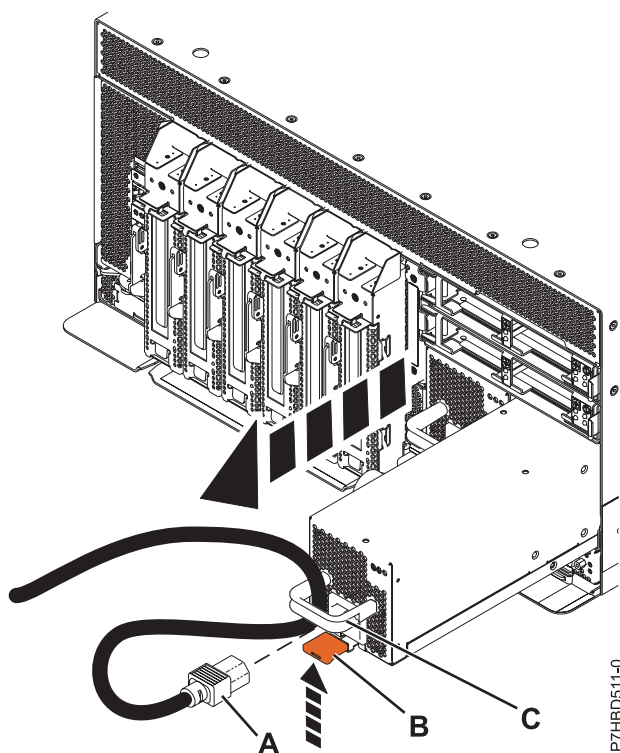

Figura 3. Extracción de la fuente de alimentación
5. Desconecte el cable de alimentación (A).
6. Levante la pestaña (B) hacia el retén de cable de alimentación (C) para soltar la fuente de alimentación como se muestra en la Figura 3.
7. Extraiga la fuente de alimentación del sistema, como se muestra en la Figura 3.